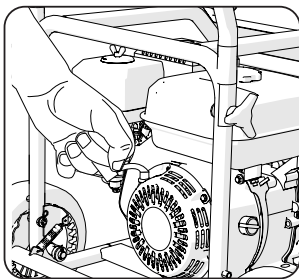

Fig. 14
- Tenere sotto controllo il motore EVO-SYSTEM afferrandolo tramite il telaio esterno in una posizione pratica. Con l'altra mano, afferrare la maniglietta del cavo dell'avviamento a strappo. (Fig. 14)